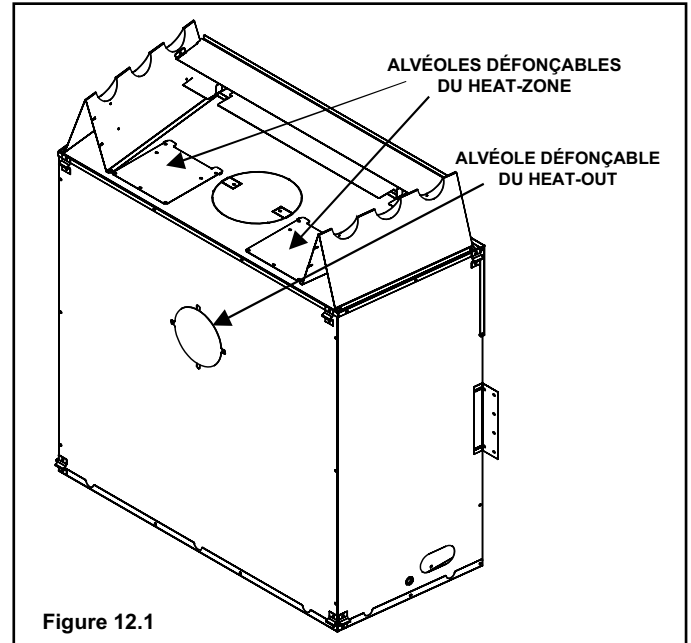

Figure 12.1
- Enlevez l'alvéole défonçable pour l'évacuation de la chaleur de l'appareil et la jeter (voir Figure 12.1).
**NOTE :** Enlevez l'alvéole défonçable du fond sur le collet pour des montants de murs typiques de « 2 x 4 » ou de « 2 x 6 » (voir Figure 12.1).
- Enlevez l'alvéole défonçable du dessus de l'appareil et la jeter (voir Figure 12.1)..